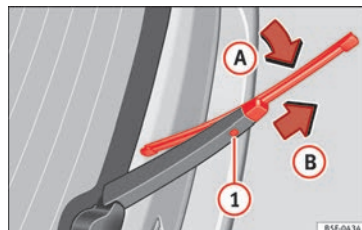

Bild 81 Byta bakrutans torkarblad
- Vrid bladet något » » **bild 81** (pil ①).
- Håll in frigöringsknappen ① och dra samtidigt bladet försiktigt i pilens riktning ②.
- Montera ett nytt blad av **samma längd och av samma typ** på torkararmen i motsatt riktning till pilen ② och haka fast det knapp ①.